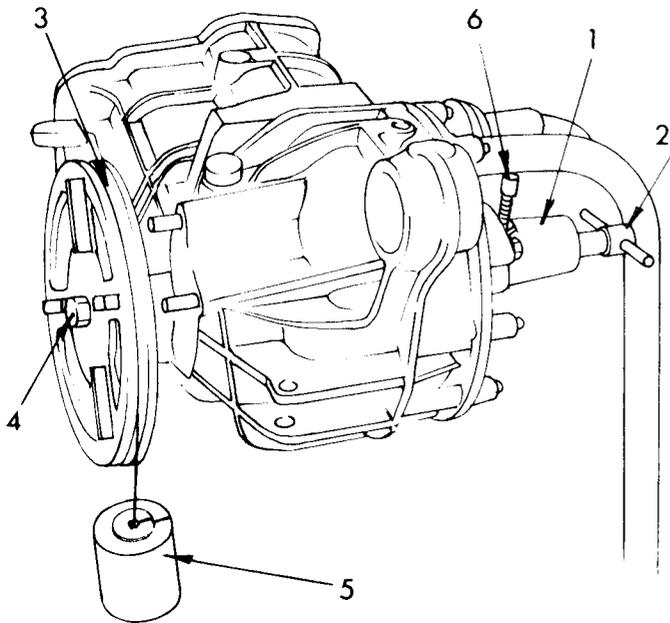

Bild 136
- Werkzeug C.6.0171 («1» in Bild 136) am Differentialgehäuse anstelle des Differentialdeckels anbringen und die Muttern übers Kreuz mit 19 bis 23 Nm anziehen.
- Die Schraube (2) mit der Hand anziehen, bis eine bestimmte Vorspannung hergestellt ist.
- Auf der gegenüberliegenden Seite des Deckels den Dorn mit der Messscheibe (3) anbringen und mit der Mutter (4) am Differentialgehäuse befestigen. Die Messscheibe einige Male durchdrehen, so dass sich die Lager einspielen können.
- Das Seil um die Scheibe wickeln und an dessen Ende ein Gewicht von 2 kg (5) anhängen. Wenn die Scheibe jetzt losgelassen wird, sollte die Scheibe nach unten sinken.
Als nächstes wird die Stärke der Einstellscheiben zur Herstellung der Vorspannung und des Flankenspiels ausgerechnet, wiederum unter Bezug auf Bild 136:
- Aus dem Hilfsdeckel C.6.0171, welcher vorher zur Einstellung der Vorspannung verwendet wurde («1» in Bild 136) den Lagerring des Differentiallagers ausbauen, ohne jedoch die Schraube (2) dabei zu verstellen. Dies ist wichtig.